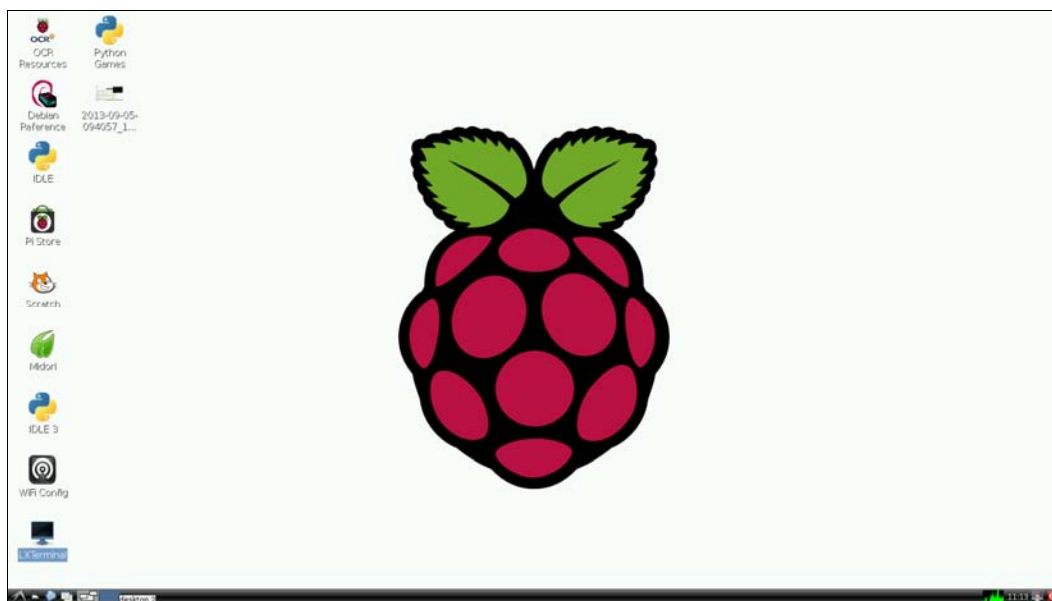

Рис. 2.9. Рабочий стол Raspbian
- ❑ **Enable Camera** — поддержка модуля камеры (рис. 2.9);
и попадаем на рабочий стол Raspbian (см. рис. 2.9).